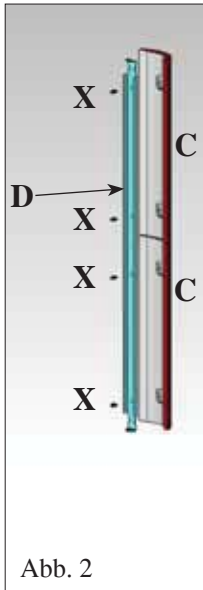

Abb. 2
- Nr. 16 Rändelkopfschrauben M4 (X - Abb. 2)